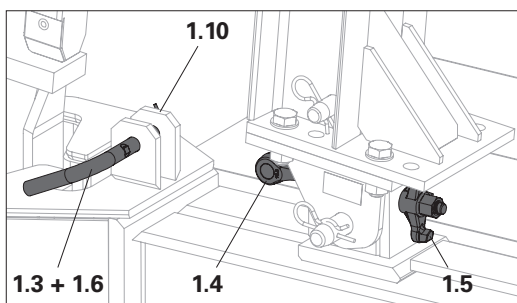

Fig. C5.01a
3. Serrare con il dado ad alette DW 15 (1.5). (Fig. C5.01a)